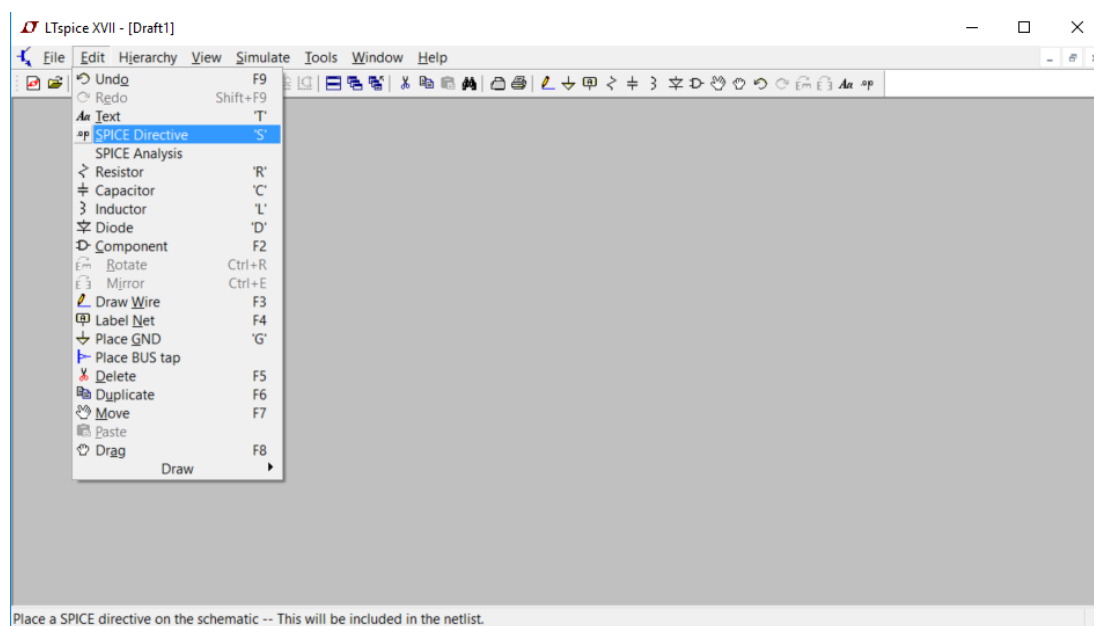

Figura A.9: LT Spice - Adăugarea unei directive SPICE.
3. Se adaugă o directivă SPICE în schemă folosind meniul *Edit · SPICE Directive* (se observă în Figura A.9),